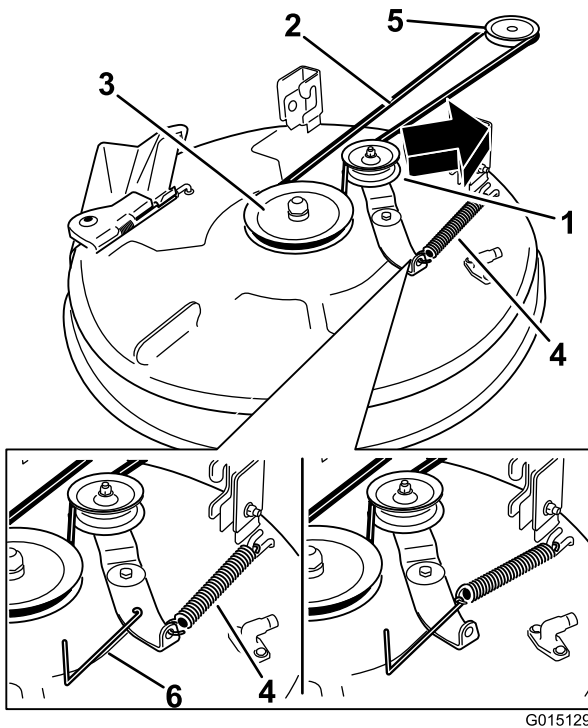

Figure 56
4. À l'aide d'un outil de dépose de ressort (réf. Toro 92-5771), décrochez le ressort du crochet sur le tablier pour détendre la poulie de tension et déchaussez la courroie des poulies (Figure 56).
5. Acheminez la courroie neuve autour de la poulie du moteur et des poulies du tablier de coupe (Figure 56).
6. À l'aide d'un outil de dépose de ressort (réf. Toro 92-5771), accrochez le ressort au crochet situé sur le tablier, ce qui a pour effet d'exercer une tension sur la poulie de tension et la courroie du tablier de coupe (Figure 56).